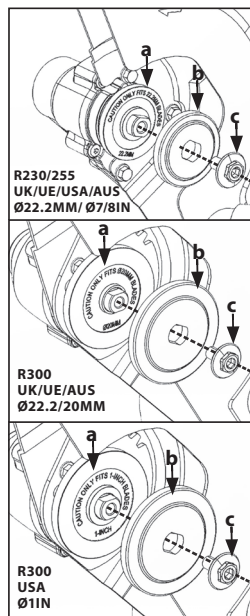

FIG. 1
- Installare la flangia della lama **(a)** sul lato interno della lama. **(Fig. 1)**
- Installare la frangia esterna della lama **(b)** e inserire il relativo dado **(c)** idoneo al proprio utensile sul mandrino stesso. **(Fig. 1)**